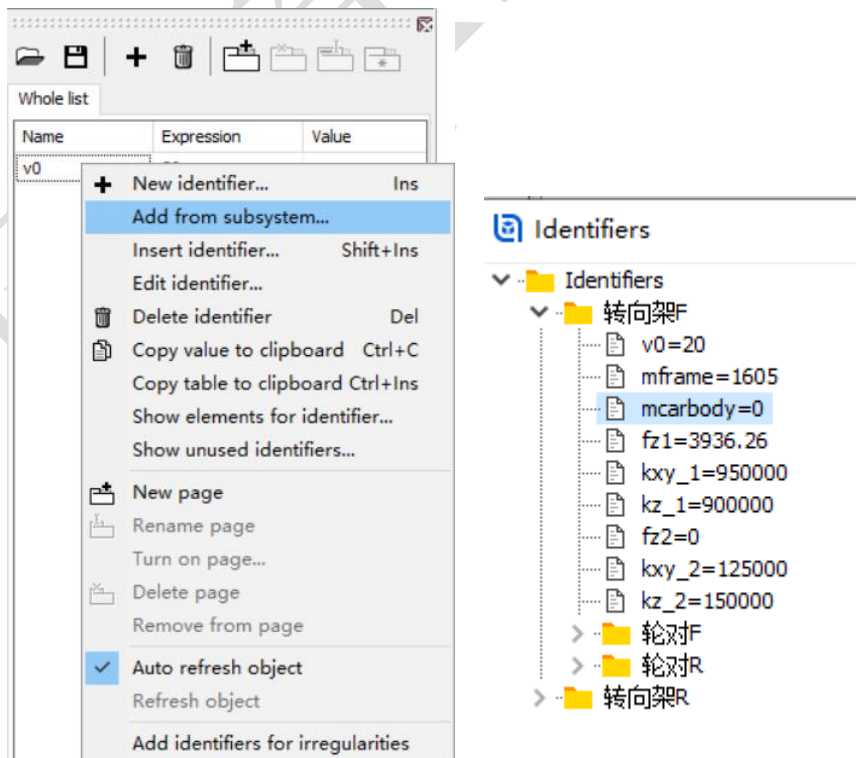

图 3-31
- 9) 在左侧参数符号列表区点右键，选择菜单 **Add from subsystem...**，从列表中选择**转向架 F** 子系统里的 **mcarbody** 参数，将其设置为 **40000** (kg)，弹出提示，点击 **OK**，这样将两个转向架子系统里的 **mcarbody** 参数也都赋值 **40000**，如图 3-31。